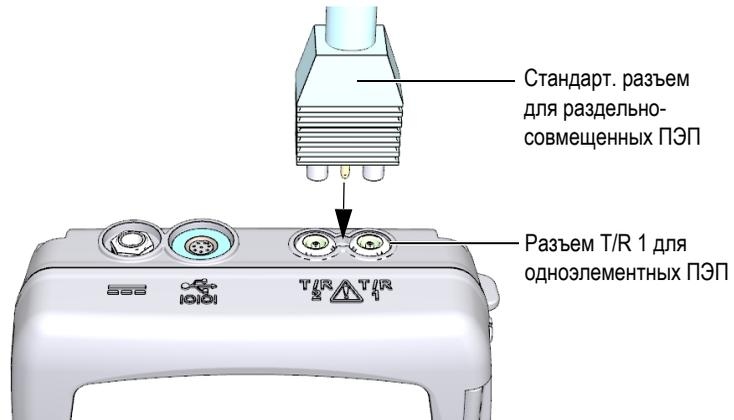

Рис. 5-1 Подключение преобразователя
1. Подключите преобразователь к разъему для ПЭП, расположенному в верхней части прибора 38DL PLUS (см. Рис. 5-1 на стр. 76). Используйте разъем T/R 1 для одноэлементного преобразователя.